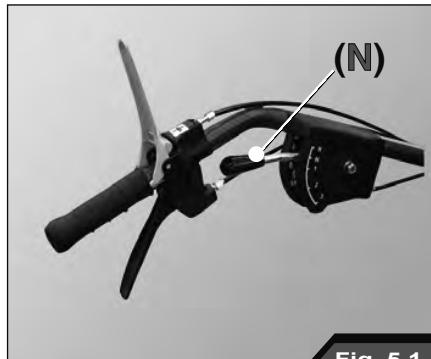

Fig. 5.1
- per la vostra sicurezza la Leva selettore marce sia in posizione folle (**N**, Fig. 5.1).
- Verificate per la vostra sicurezza che le leve avanzamento macchina (2) e innesto rotore lame (6) siano in posizione verticale